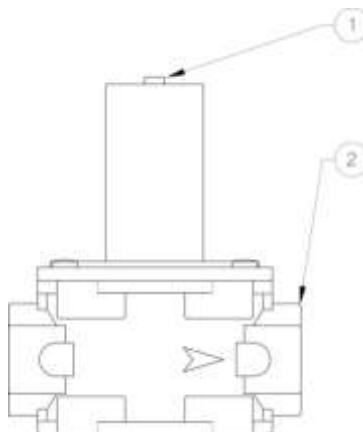

Рис. 4
Клапан (рис. 4): регулировочный винт (1); корпус (2).